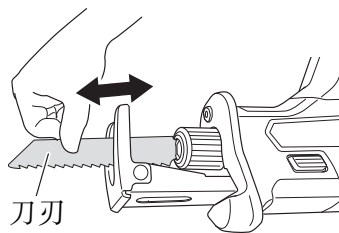

图 10
- (3) 用手试着拉刀刃背两三次，以确认刀刃已安装牢固。(图 10)